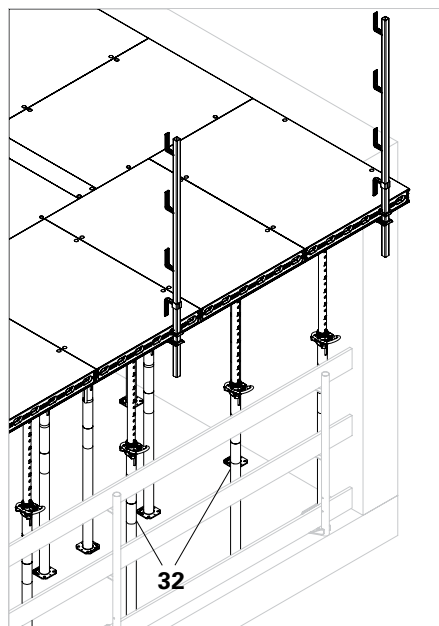

Fig. D4.06c
3. Applicare il montante parapetto SGP, sollevare il pannello e puntellarlo con puntelli per solai con testa d'appoggio DFH (32). (Fig. D4.06c)